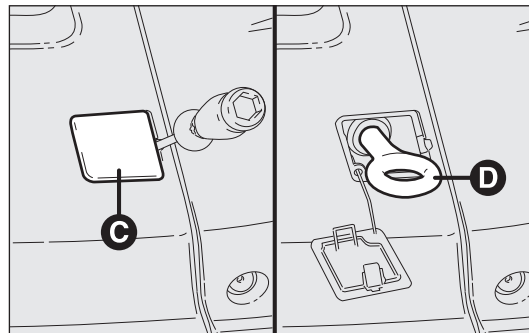

fig. 214
- prendre le tournevis fourni dans le tiroir et faire lever au point indiqué et soulever le bouchon C-fig. 214;
- prendre le crochet d'attelage D dans le tiroir et le visser sur l'axe fileté fig. 214.